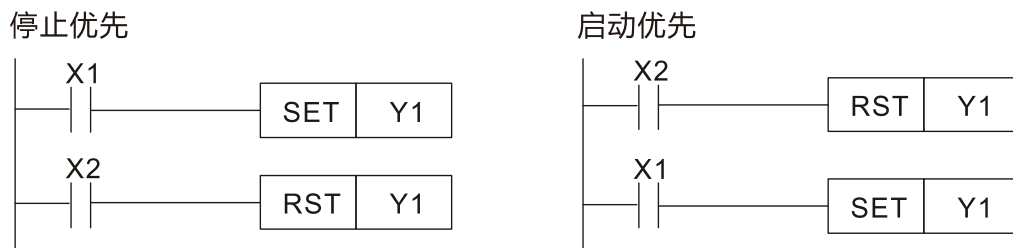

图 16-39
下图 16-39 是利用 RST 及 SET 指令组合成的自保电路。
- RST 指令设置在 SET 指令之后, 为停止优先。由于 PLC 执行程序时, 是由上而下, 因此会以程序最后 Y1 的状态作为 Y1 的线圈是否受电。所以当 X1 与 X2 同时动作时, Y1 将失电, 因此为停止优先 (请参考图 16-39 之左图)。
- SET 指令设置在 RST 指令之后, 为启动优先。当 X1 与 X2 同时动作时, Y1 将受电, 因此为启动优先 (请参考图 16-39 之右图)。